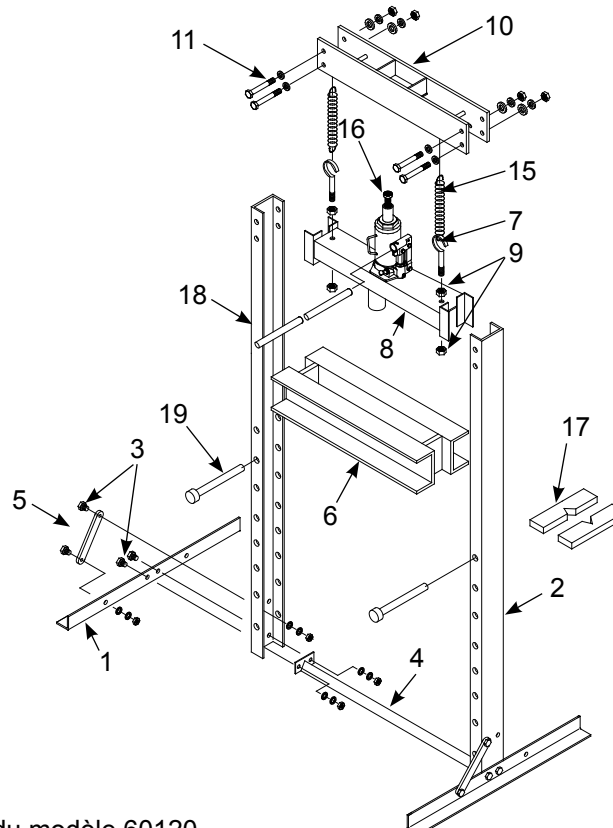

Figure 3 - Illustration d'assemblage du modèle 60120
Modèle 60120 : (voir figure 3).
1. Fixez les pattes de la base (1) et la traverse inférieure (4) aux profilés en C debout (2) avec des boulons, des rondelles plates, des rondelles de blocage et des écrous (3). Serrez-les seulement à la main.
2. Fixez les tiges de support (5) aux pattes de la base (1) et aux profilés en C (2) avec des boulons, des rondelles de blocage et des écrous (3).
3. Glissez le cadre du banc (6) le plus possible vers le bas entre les profilés en C (2).
4. Fixez les crochets filetés (7) au support du cric (8) à l'aide d'écrous (9) comme indiqué à la figure 3. Ne serrez pas les écrous pour faciliter la fixation des ressorts.
5. Glissez le support du cric (8) vers le bas entre les profilés (2) jusqu'à ce qu'il soit sur le cadre du banc (6).
6. Fixez la traverse supérieure (10) aux profilés en C debout (2) avec des boulons, des rondelles plates, des rondelles de blocage et des écrous (11).
7. Fixez une extrémité des ressorts (15) aux tiges de la traverse supérieure (10) et l'autre extrémité aux crochets filetés (7) du support du cric.
8. Placez le cric-bouteille (16) avec précaution entre la plaque supérieure de la traverse supérieure (10) et le support du cric (8). Serrez les écrous (9) qui retiennent les crochets filetés (7) pour empêcher que le cric tombe de manière accidentelle.
10. Soulevez avec précaution le cadre du banc (6) et fixez-le avec les goupilles (9).
11. Placez les plaques de serrage (17) sur le cadre du banc (6).
12. La presse peut maintenant être utilisée. N'oubliez pas d'installer la poignée (18) dans la douille de la poignée du cric-bouteille.